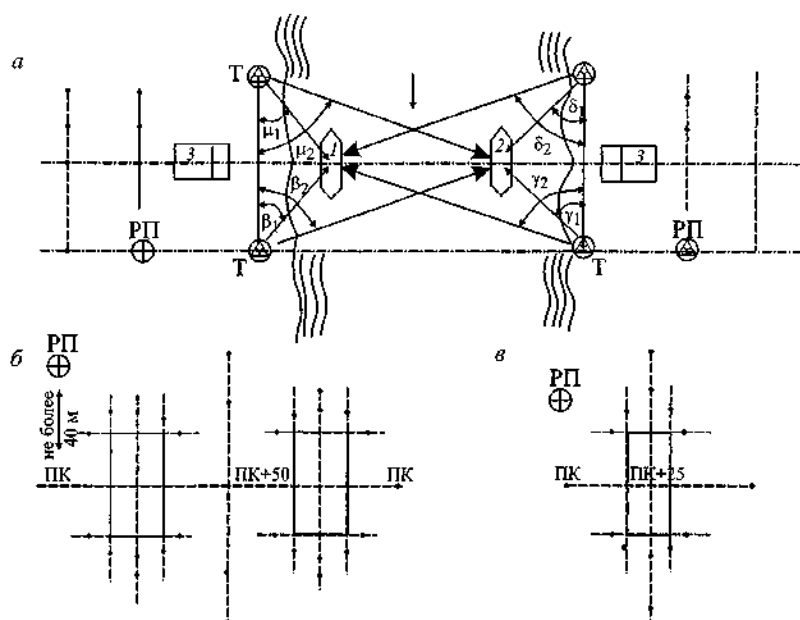

Рис. 12. Схемы разбивки и закрепления искусственных сооружений:
5. Начертить на миллиметровой бумаге в масштабе 1:5000 схемы разбивки и закрепления на местности малых искусственных сооружений (рис. 12).